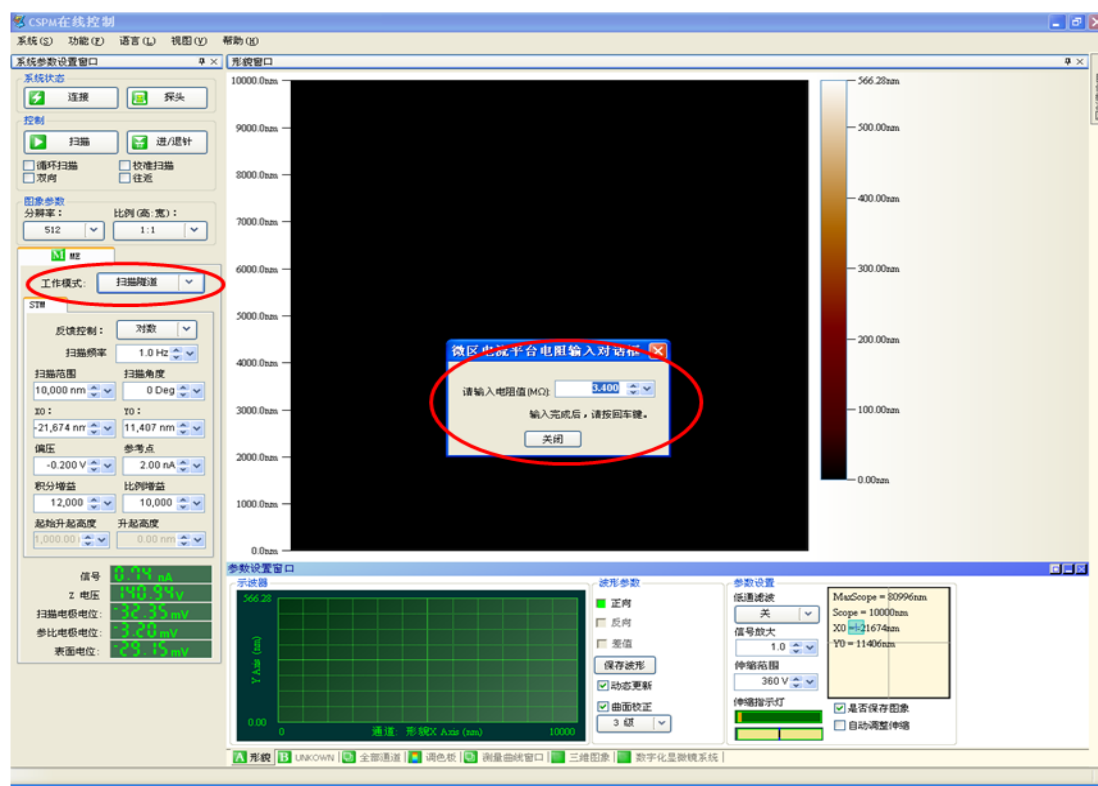

图3-15 微区电流扫描界面
2) 在“扫描隧道”工作模式下, “自动进针”至电压小于180V时即可完成进针, 不必进行“单步进针”; 退回工作页面后, 将工作模式调回“微区电流平台”, 输入溶液电阻值(一般估算), 回车, 关闭对话框。(图3-15)